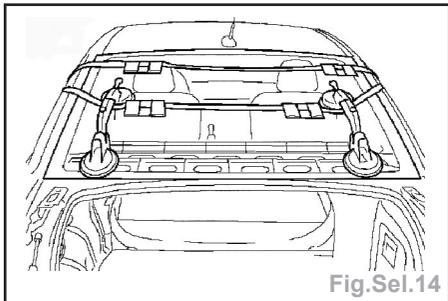

Fig.Sel.14
- Mettre en place la glace, la centrer et la fixer avec des sangles (Fig.Sel.14).